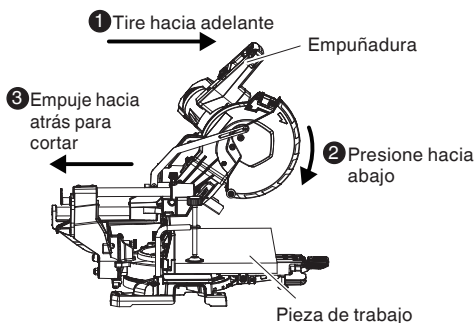

Fig. 27
A continuación, presione hacia abajo la empuñadura y deslice la hoja de sierra hacia atrás para cortar la pieza de trabajo como se indica en la Fig. 27. Esto facilitará el corte de piezas de trabajo de hasta 3-1/2" (89 mm) de altura y 11-1/2" (292 mm) de anchura.
(2) Piezas de trabajo de hasta 2-1/2" (64 mm) de altura y 12-1/2" (318 mm) de anchura: Las piezas de trabajo con una altura de hasta 2-1/2" (64 mm) y una anchura de hasta 12-1/2" (318 mm) pueden ser cortadas de la misma manera que se describe en el párrafo 4-(1) anterior en la página 110.
- ⚠ ADVERTENCIA:** \* Para el corte deslizable, siga los procedimientos indicados en la Fig. 27 anterior. El corte deslizable hacia adelante (hacia el operador) es muy peligroso porque la hoja de sierra puede salir despedida de la pieza de trabajo. Por lo tanto, deslice siempre la empuñadura alejándola de usted mismo.